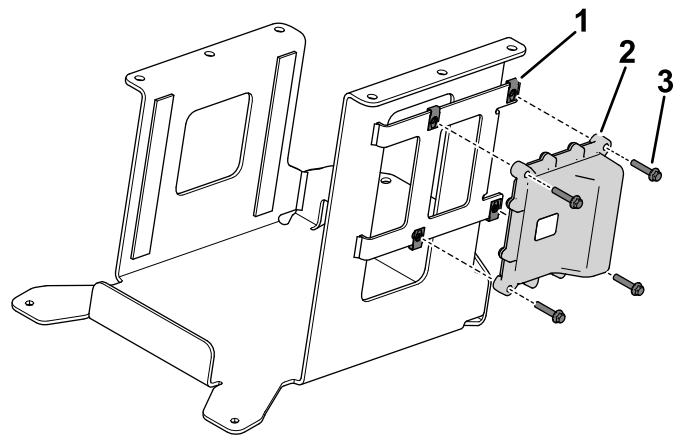

**Bild 7**
1. Montieren Sie 5 Schaumstoffstreifen (19 cm oder 7,5") an der oberen Montageplatte (**Bild 7**).